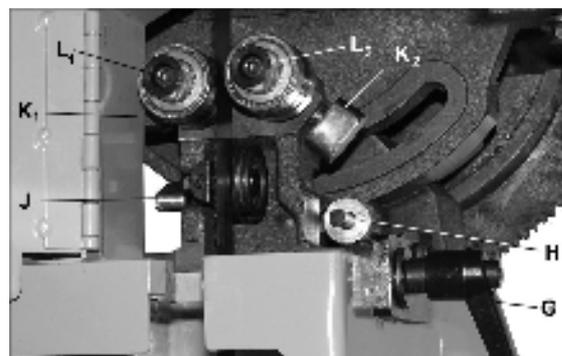

Рис. 31: нижние направляющие пильного полотна
См. Рис. 31.
- Краткое описание:* ослабьте запорный рычаг (Рис. 31, G), чтобы сместить кронштейн направляющих с помощью ручки регулировки (Рис. 31, H). (Ручка J (Рис. 31) должна быть затянута.) Ослабьте ручку (Рис. 31, K₁, K₂), чтобы повернуть направляющие подшипники с помощью ручки L₁, L₂ (Рис. 31). Для регулировки упорного подшипника ослабьте ручку J и вращайте ручку регулировки H.
ПРИМЕЧАНИЕ: для удобства использования запорного рычага (Рис. 31, G) его положение можно поменять. Просто потяните рычаг, проверните его на оси и отпустите. Убедитесь, что рычаг сел на ось.